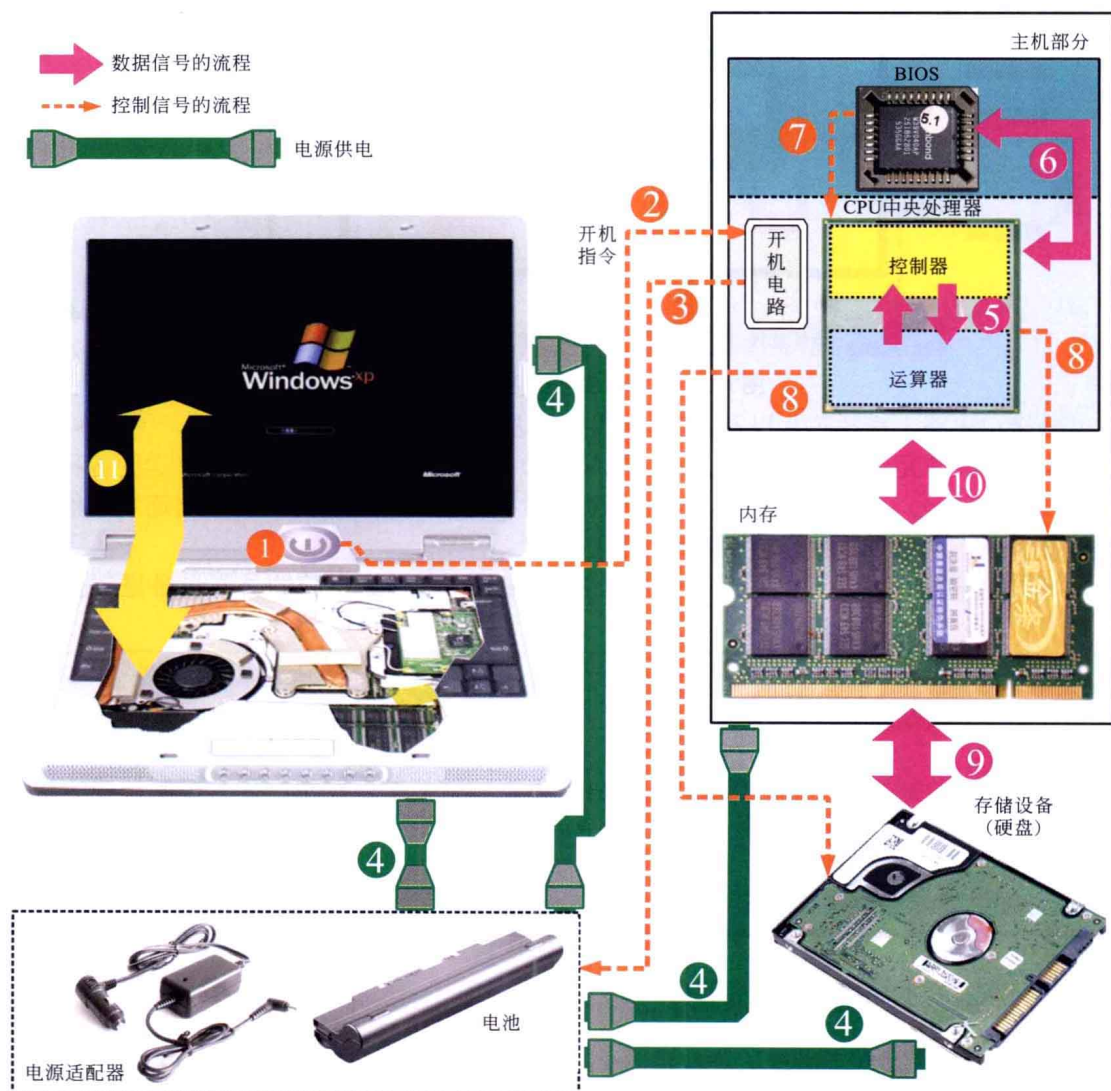

图 1-9 启动环节工作流程
启动运行环节的工作流程如图 1-9 所示。当用户按动笔记本电脑的电源开关 ①，开机指令送入开机电路 ②，由开机电路命令 ③ 电源为整机供电 ④。与此同时，CPU 进行逻辑运算 ⑤，并从 BIOS 芯片中读出启动程序 ⑥ 和控制指令 ⑦，CPU 根据 BIOS 中的启动程序